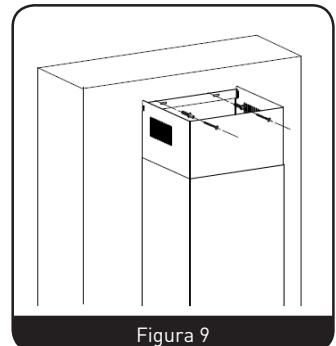

Figura 9
6. Tire hacia arriba de la chimenea decorativa superior para modificar su altura. Ajústela a la altura requerida. Marque la ubicación de los dos orificios de fijación del soporte de chimenea superior, taladre los correspondientes orificios y fije el soporte a la pared utilizando 2 espieches y 2 tornillos ST4 x 30 mm. (Figura 9)